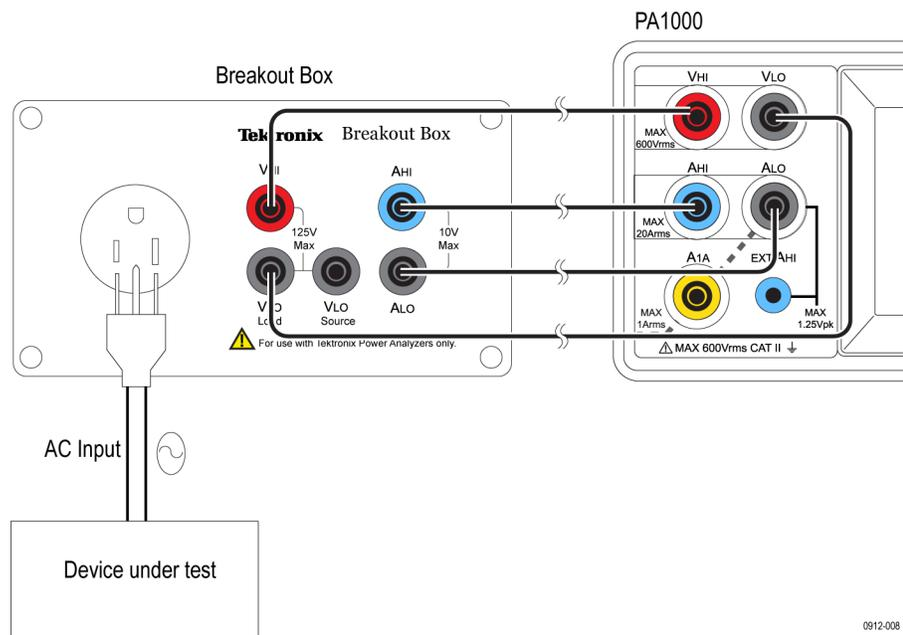

Abbildung 7: Typische Buchsen an der Anschlussbox
1. Stellen Sie mit Hilfe der im Lieferumfang des PA1000 enthaltenen Prüflleitungen die Spannungs- und Stromstärkeverbindungen zwischen der Anschlussbox und den Eingangsbuchsen am PA1000 her. (Siehe Abbildung 7.)